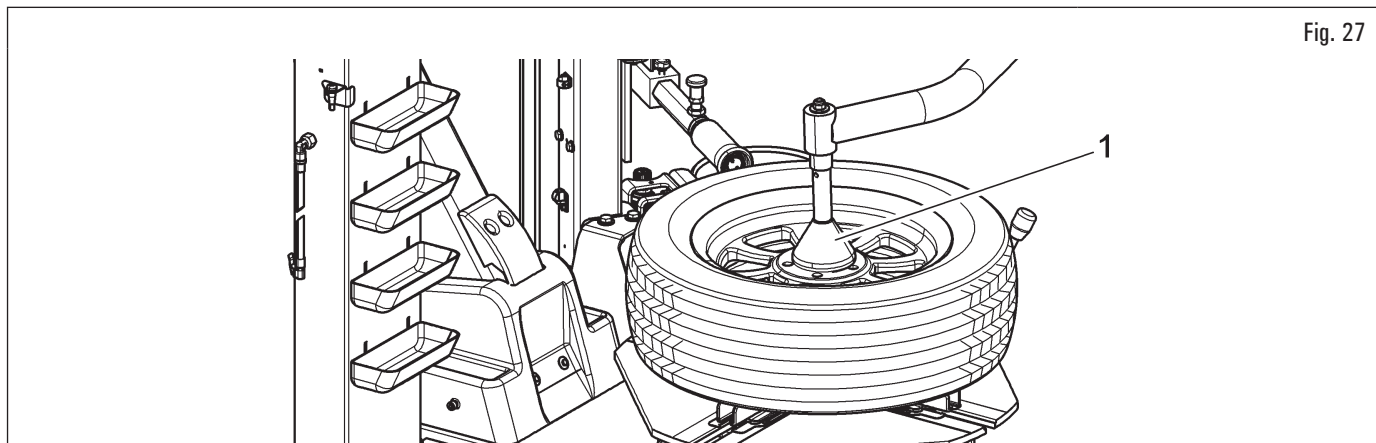

Fig. 27
1. Pour faciliter le blocage des roues dures ou avec profil rabaissé, l'opérateur peut utiliser l'outil pousse-talon (Fig. 27 réf. 1) fourni avec le dispositif ;
2. Positionner l'outil pousse-talon (Fig. 27 réf. 1) au centre de la jante et abaisser la jante jusqu'à ce que les griffes puissent verrouiller la jante.